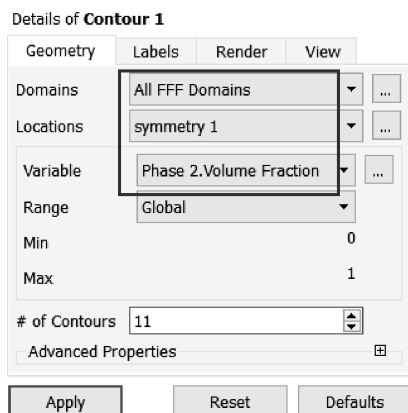
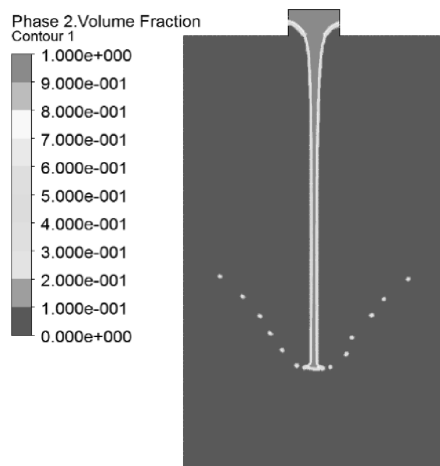
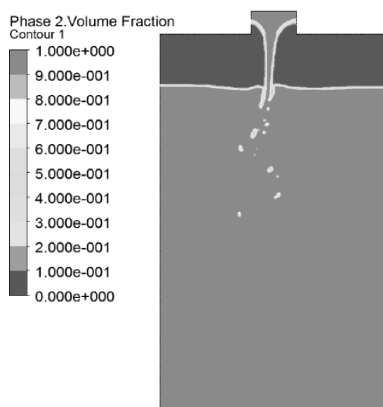

图 11-26 云图显示设置
图 11-27 1s 时云图
图 11-34 50s 时云图
- (1) 在菜单栏中单击【File】→【Save Project】, 保存项目。
- (2) 在菜单栏中单击【File】→【Close Fluent】, 退出 Fluent 环境, 然后回到 Workbench 主界面。
- (3) 右键单击流体动力学分析【Results】→【Edit...】进入后处理系统。
- (4) 插入云图: 在工具栏中单击【Contour】并确定, 其设置默认, 在几何选项中的域【Domains】选择 All FFF Domains, 位置【Locations】栏后单击...选项, 在弹出的位置选择器里选择 Symmetry1 确定。在变量【Variable】栏后单击...选项, 在弹出的变量选择器选择 Phase2. Volume Fraction 确定, 其他为默认, 单击【Apply】, 如图 11-26 所示; 可以看到结果云图, 如图 11-27 ~ 图 11-34 所示。